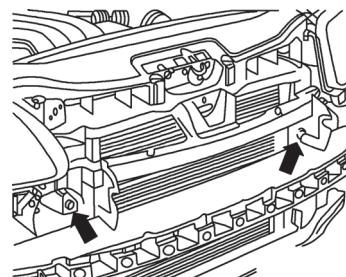

图 5-50 拆卸螺栓
- ⑥拆卸散热器 / 冷凝器与支架之间的螺栓（图 5-50 箭头所示）。将散热器 / 冷凝器的上部略微向发动机侧推，以便有足够的空间拆卸冷凝器。